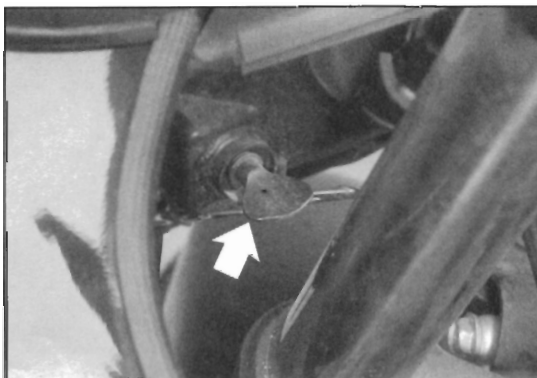

Bild 67
- Seitenverstellung des Scheinwerfers erfolgt durch Ein- oder Ausdrehen der Flügel-Schraube Bild 67; Höheneinstellung, siehe Bild 68.